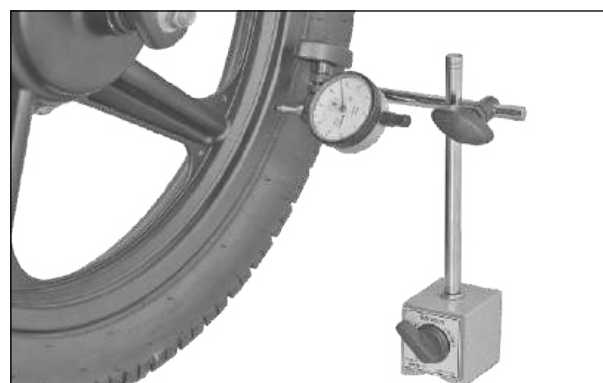

Fig. 6.16
- Usando ferramentas especiais, meça o desvio lateral / empenamento da roda dianteira. Um desvio excessivo geralmente é devido a uma roda amassada. (Fig. 6.16)